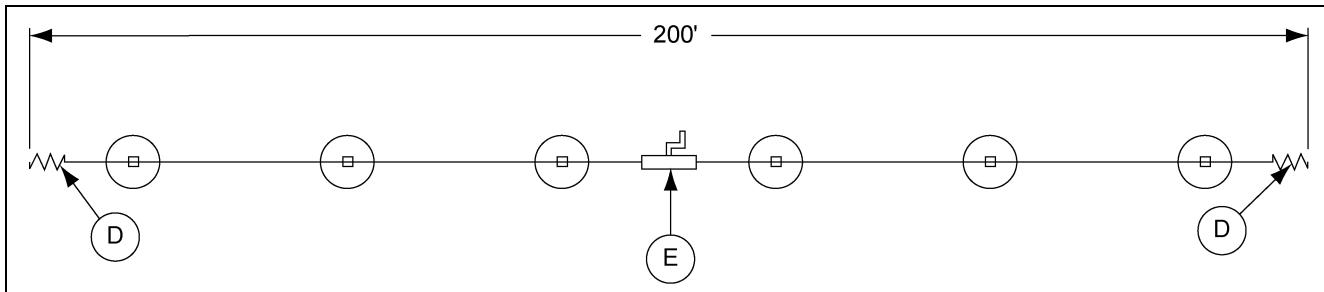

Рисунок 5X
4. Ворот (E) можно использовать для кормораздаточных линий длиной не более 200'. Если длина линии более 200', необходимо использовать дополнительные вороты. Отцентрируйте ворот на кормораздаточной линии, как показано на Рисунок 5X.